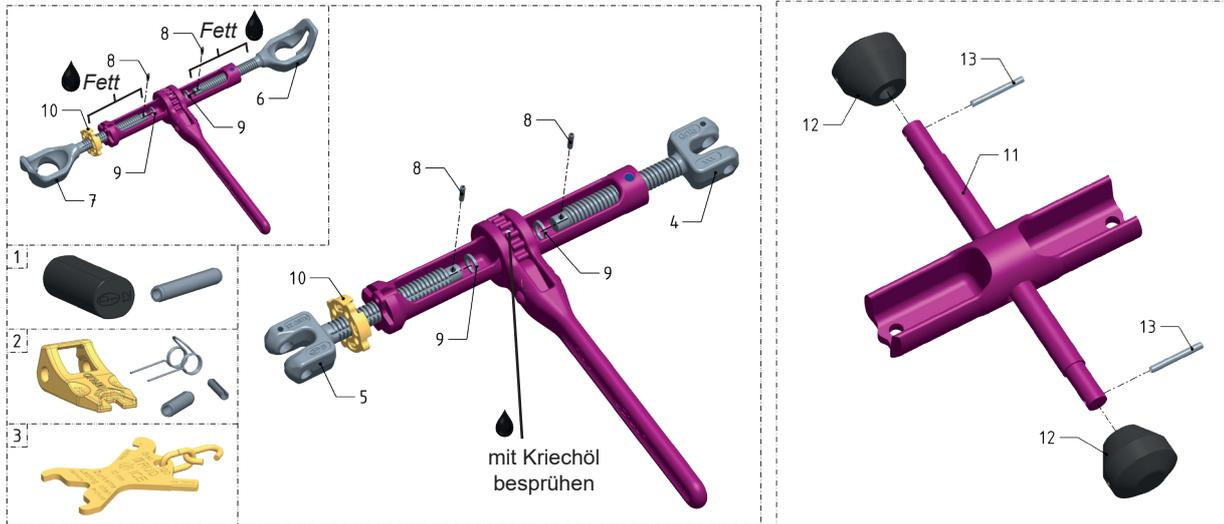

Bild 36: Ersatzteile ICE-Zurrkette
2. Fetten Sie den ICE-CURT an den gekennzeichneten Schmierstellen (siehe Bild 36).